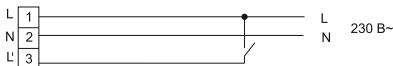

Рисунок 4
4.7 Непостоянный аварийный режим работы (рисунок 4):
- фазный некоммутированный проводник сети – подключить к контактному зажиму (L);;
- нейтральный проводник сети – подключить к зажиму (N).